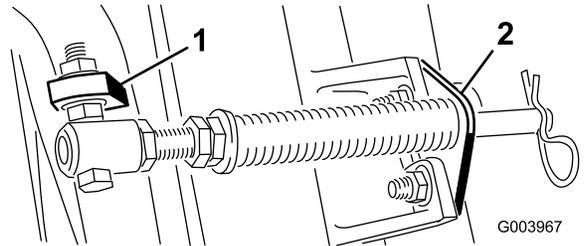

图 5
4. 使用车身螺栓和螺母将杆支架固定到滚刀组凸耳上 *图 5*。